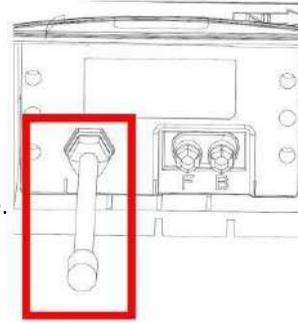

Fig. 7 - Alimentation électrique (station de charge)
4. Branchez le connecteur d'alimentation dans la prise de charge de la station de charge (voir fig.7).